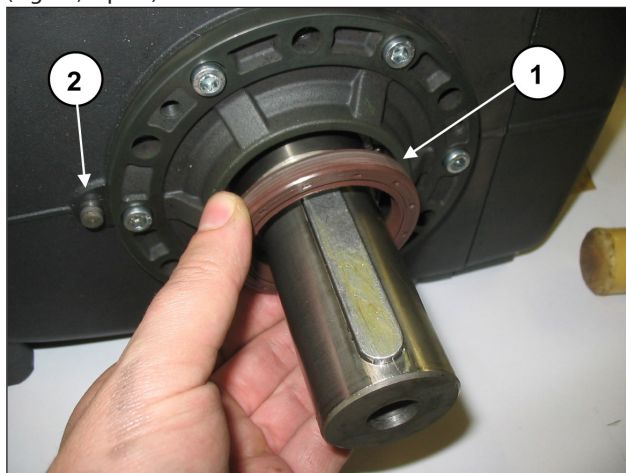

Fig. 33
Pour modifier la version en appliquant le groupe réducteur sur une position non prévue, déposer le joint d'huile de l'arbre (Fig. 33, rep. ①) et insérer sur le carter la goupille Ø8 de référence du boîtier du réducteur (Fig. 33, rep. ②).
En modifiant la version, après dépose du groupe réducteur dans les cas prévus, introduire le joint d'huile de l'arbre dans le siège sur le couvercle latéral à l'aide de l'outil réf. 27904800 (Fig. 33, rep. ①).